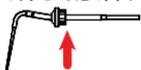

图 6 工作尖
1) 选择所需要的工作尖，工作尖上（如图 6 红色箭头所指出处）有六角梅花插头，如图 7 所示安装工作尖时可根据使用情况选择合适的方向将工作尖插入到主机中。